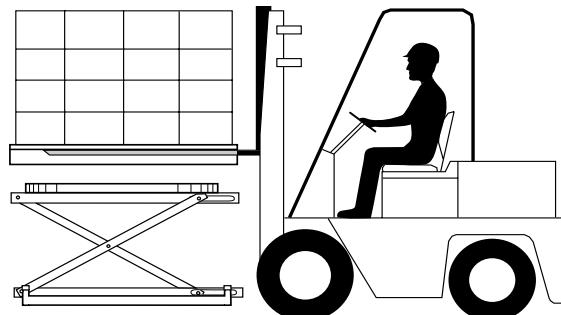

Figure 6. Déchargement à l'aide d'un chariot élévateur
1. Insérez la fourche sous la palette et levez celle-ci au-dessus de l'unité. Voir Figure 6.